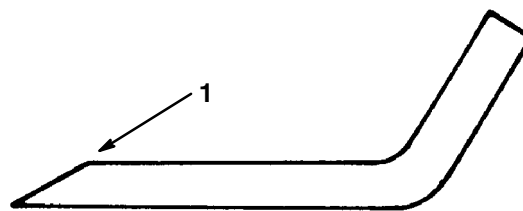

Figure 32
1. Au moyen d'une lime, aiguïser les arêtes de coupe aux deux bouts de la lame (Fig. 32) en veillant à conserver l'angle de coupe d'origine. Limer la même quantité de métal sur chacune des deux arêtes pour ne pas déséquilibrer la lame.